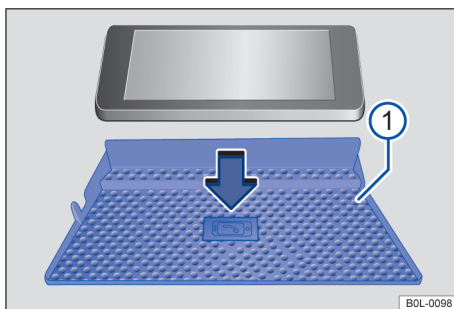

图 111 示意图：无线充电装置上的防滑垫。
取决于车型装备，无线充电装置位于中控台上部储物盒区域内 → 图 111 ①。
带有 Qi 功能的移动设备可实现 Qi 标准的无线充电。防滑垫 → 图 111 ① 上的“电话符号”表示无线充电装置的中间位置。